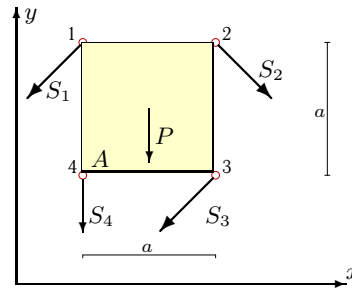

Рис. 50
1. Освобождаем пластину от связей (упругих стержней), заменяя их действие реакциями, направленными по линиям стержней от опоры на пластину к стержню (рис. 50). Прикладываем силу тяжести пластины  $P$  к ее центру.